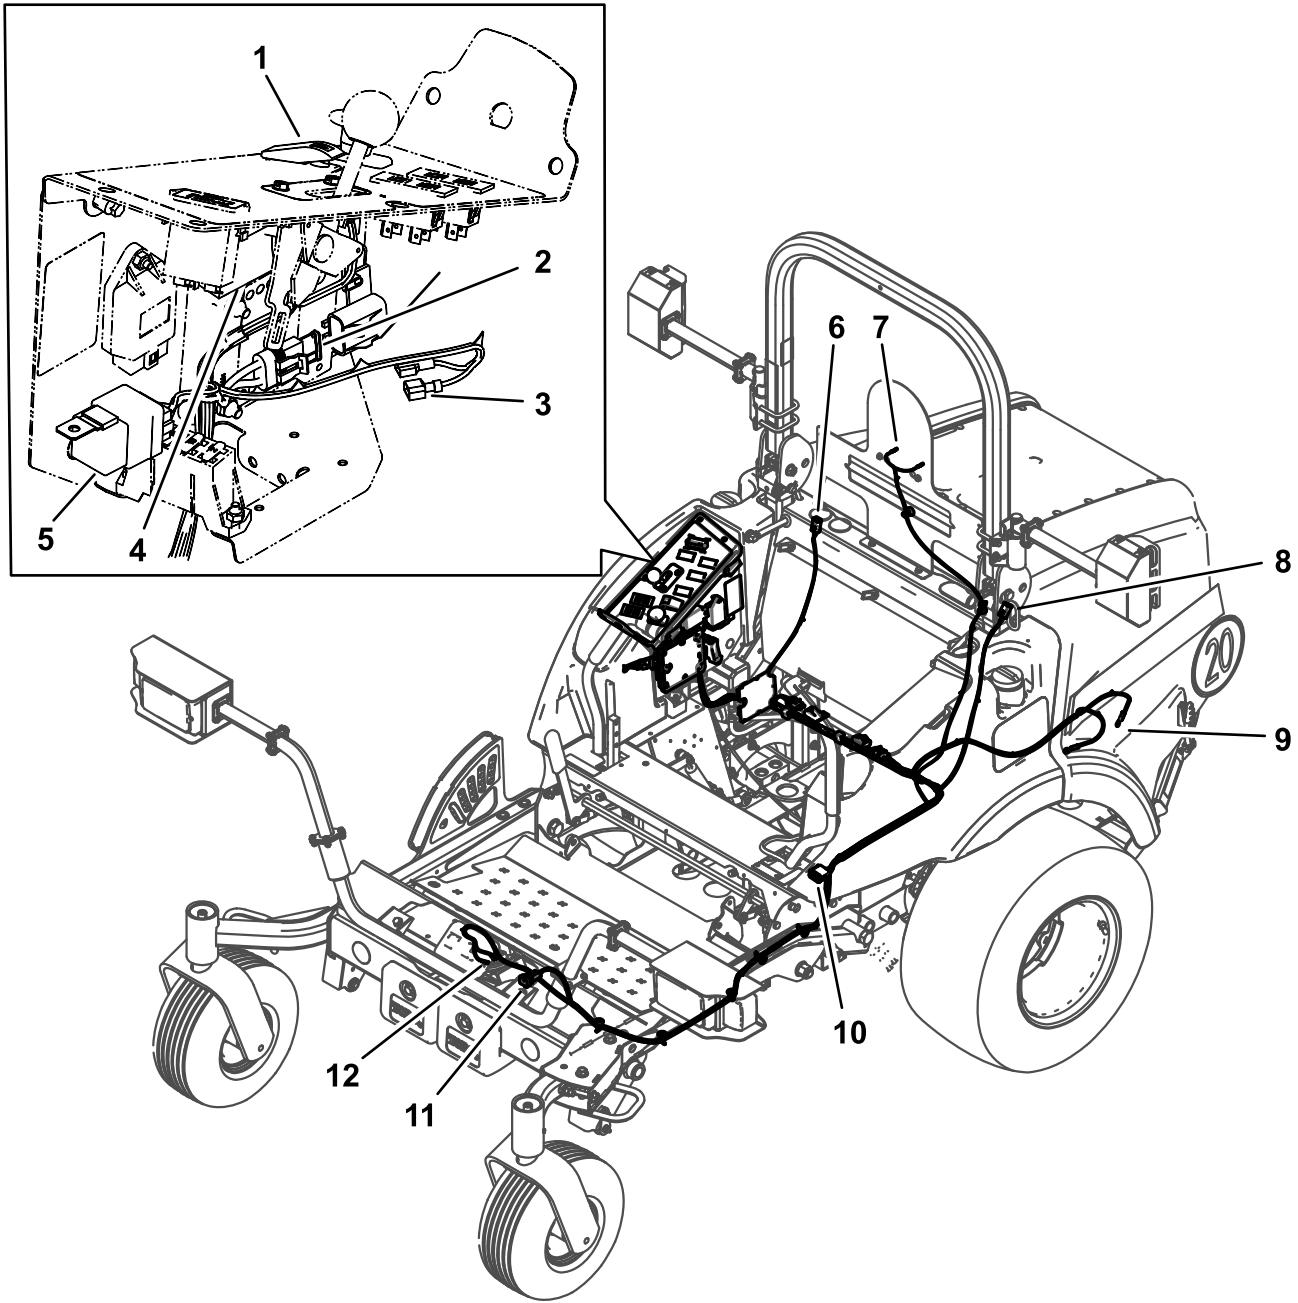

Figura 15
Nota: Utilice solamente uno de los conectores planos indicados en Figura 15.
3. Para enrutar el arnés de cables en la máquina, consulte la Figura 15.